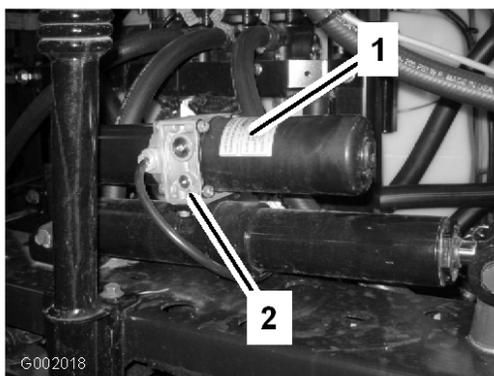

Figura 46
1. Localice la válvula de alivio manual en el actuador de cada brazo. La válvula de alivio manual es la válvula más pequeña, y se encuentra solamente en un lado del cuerpo del actuador (Figura 46).